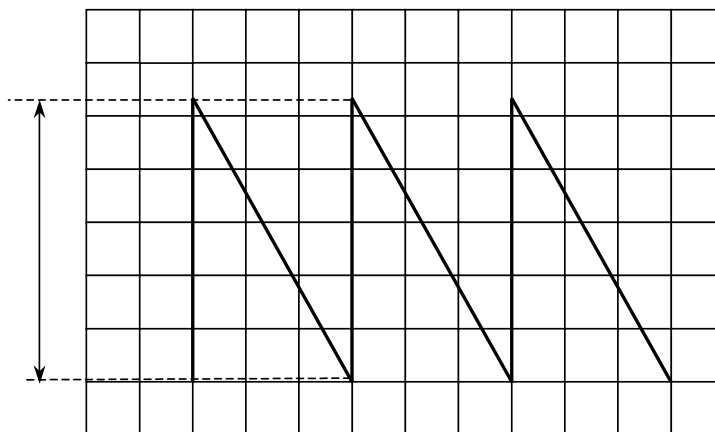

Рис. 4.2
- Сместите ручкой \leftrightarrow изображение таким образом, чтобы верхний уровень сигнала находился на центральной вертикальной линии (рис. 4.2)